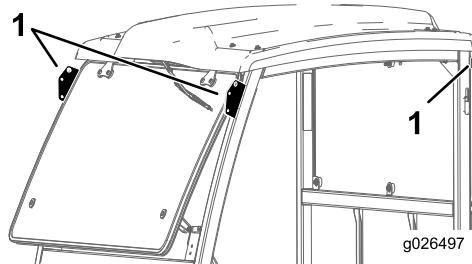

Figura 5
- Eleve el bastidor de la cabina usando los puntos de izado y colóquelo sobre la máquina (Figura 5).